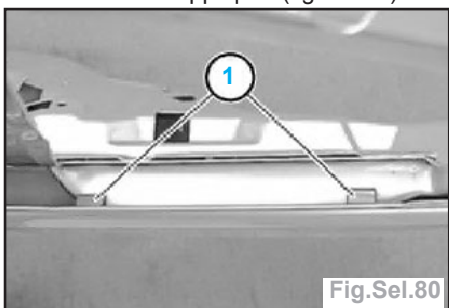

Fig.Sel.80
- Positionner la vitre avec précaution, d'abord en bas en insérant les cadres dans les guides (1), puis l'ajuster sur les côtés et en haut et l'appliquer (fig.Sel.80).